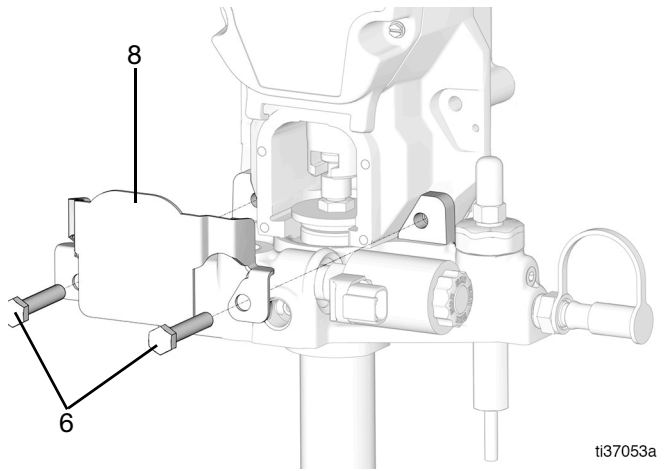

FIG. 71
31. Mettez le couvercle de protection (8) en place et fixez-le avec des boulons (6) et des écrous (7) (non montrés) (FIG. 71).